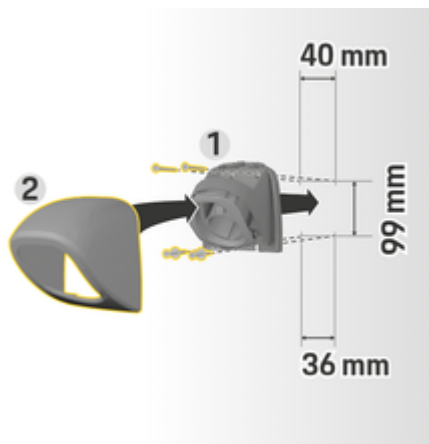

Fig. 5: Dimensões de perfuração
- Remover o fecho do conector 1 (Fig. 5) da capa 2 (Fig. 5).
- Aparafuse o fixador do conector 1 (Fig. 5) à parede.
- Coloque a cobertura 2 (Fig. 5) no fixador do conector 1 (Fig. 5) a partir de baixo e empurre para cima.